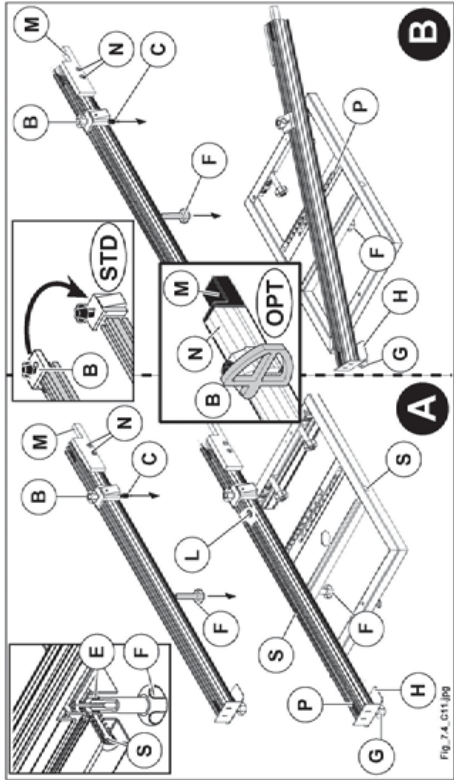

Abb. 7.4
- Das Teleskoplineal so positionieren, dass der Stift (C Abb. 7.4) an der Stelleiste (L Abb. 7.4) anschlägt; die Stelleiste (L Abb. 7.4) ist von unseren Technikern eingestellt und dient zur schnellen Positionierung der Teleskopschiene im richtigen Abstand zum Sägeblatt (nur in 90°- Position).
- Das Teleskoplineal so positionieren, dass der Stift (E Abb. 7.4) an die Vorrichtung (S Abb. 7.4) anlegen.
- Den Kugelgriff (F Abb. 7.4) anziehen.
- Zum Gebrauch positionieren Sie den Anschlag (B Abb. 7.4) auf dem Schild (P Abb. 7.4) aufzulegen.
- Das Lineal zum Gebrauch gemäß den Angaben auf dem Schild (P Abb. 7.4)positionieren.
- Das Lineal weist einen Teleskopauszug (H Abb. 7.4) auf, der falls erforderlich nach dem Lösen des Knaufes (G Abb. 7.4) ausgezogen werden kann.
Wenn der Splitterschutz (M Abb. 7.4) abgenutzt ist, ist er durch Lockern der Schrauben (N Abb. 7.4) an das Sägeblatt heranzuführen.
Das Teleskoplineal wird mit den Anschlägen (B Abb. 7.4) geliefert. Diese können schnell für aufliegende oder schiebende Bearbeitungen positioniert werden, indem sie vom Lineal abgezogen und auf der entgegengesetzten Seite montiert werden.
Das Teleskoplineal wird mit den Anschlägen (B Abb. 7.4) geliefert. Diese können rasch für Bearbeitungen mit Anleihen oder mit Schub positioniert werden, indem man sie einfach umdreht.